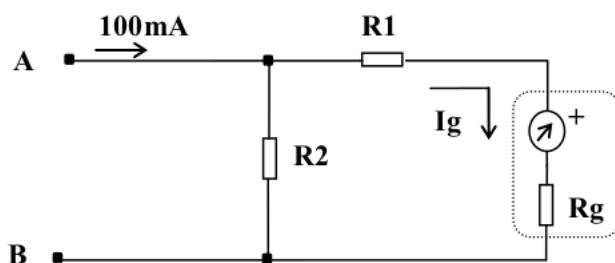

Figura 10: Circuito proposto para o miliampímetro.
1. Construa um miliampímetro com fundo de escala de 100 mA. Para isso, use o circuito da figura 10 com *Shunt de Ayrton*, calculando-se  $R_1$  e  $R_2$ . A resistência equivalente do miliampímetro será  $(R_1 + R_g) \parallel R_2$ . Adote para ela o valor de 100  $\Omega$ .